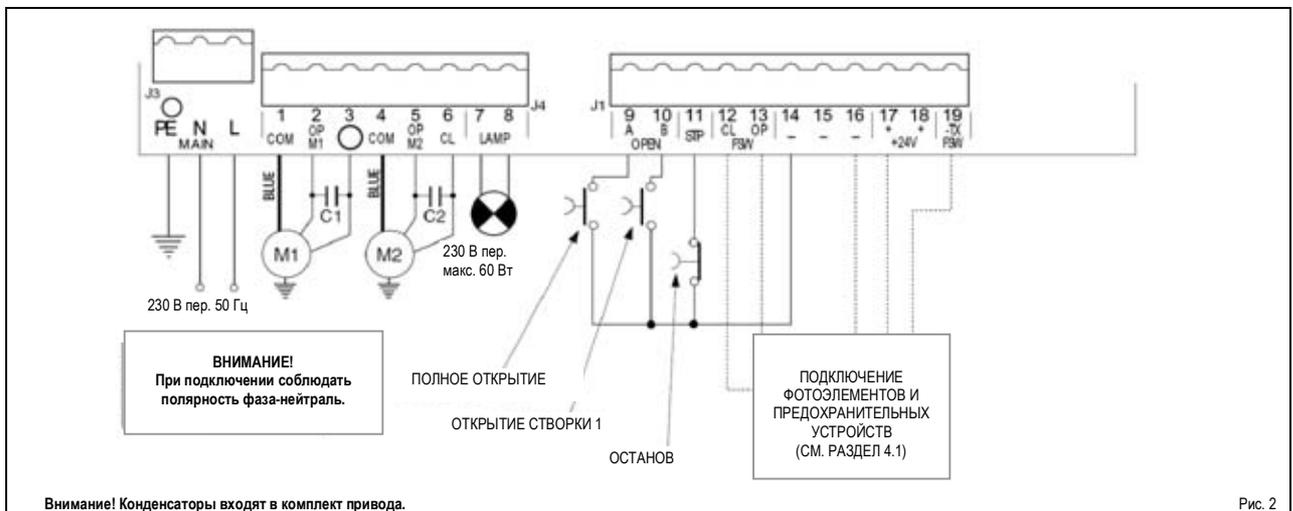

Рис. 2
Подсоединить провод заземления к соответствующему контакту соединителя J3 (см. рис. 2).
4.2 Клеммная колодка J3 - Питание (рис. 2)
4.3. Клеммная колодка J4 - Двигатели и сигнальная лампа (рис. 2)
4.4. Клеммная колодка J1 - Аксессуары (рис. 2)